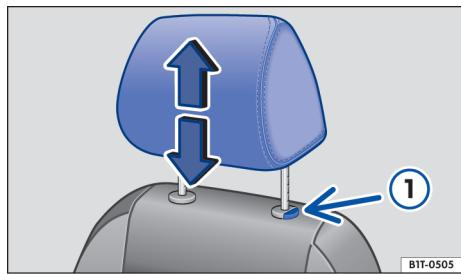
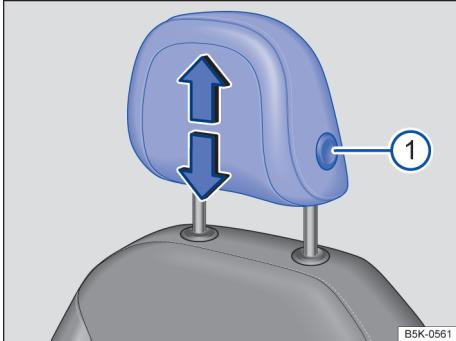

Fig. 65 Apoio para cabeça dianteiro: ajustar (variante 2).
Fig. 64 Apoio para cabeça dianteiro: ajustar (variante 1).
- Empurrar o apoio para cabeça para cima ou para baixo com o botão → **Fig. 64** ① ou → **Fig. 65** ① pressionado.